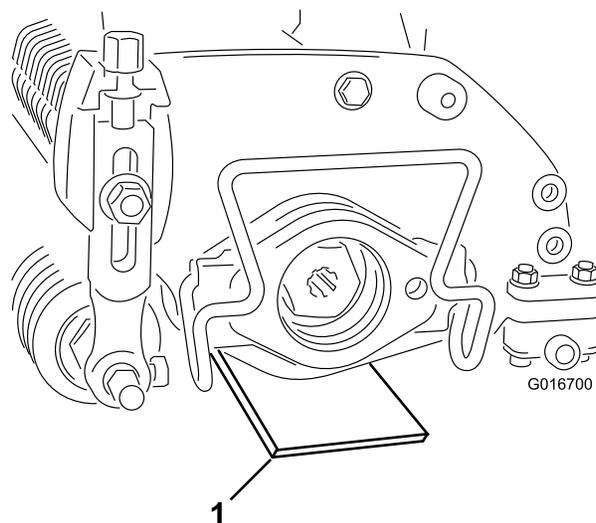

Figure 3
2. Placez un gabarit, qui a la hauteur de lame voulue au-dessus du sol, sous chaque extrémité du défeuteur (Figure 3).